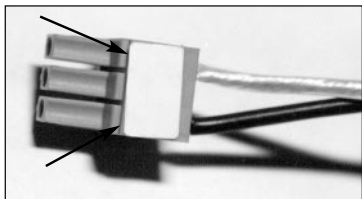

Figura 2 Conector de alimentación
1. Desenchufe el conector (FIGURA 2) del módulo AutoTracker.